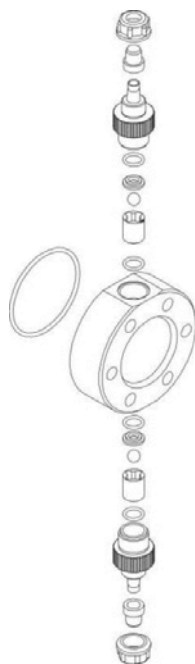

Fig. 9
2. Verificar pelo menos a cada 6 meses o funcionamento da bomba, o aperto dos parafusos do cabeçote e de porcas-trava, particularmente na dosagem de líquidos agressivos, efetuando um controle ainda mais freqüente da concentração do aditivo no sistema; uma redução dessa concentração pode ser causada pelo desgaste das válvulas (que neste caso devem ser substituídas tendo atenção ao remontá-las como na Fig. 9) ou ainda o entupimento do filtro que deve ser limpo como indicado no item 3 a seguir.
Para efetuar esta operação, se a bomba não está fixada ao sistema, se pode fazê-la pulsar por poucos segundos (15 a 30) tendo-a de ponta cabeça e sem as mangueiras conectadas aos nipples, se for impossível virar a bomba, deve-se desmontar e remontar o cabeçote (Fig. 9), utilizando-se dos seis parafusos de fixação.